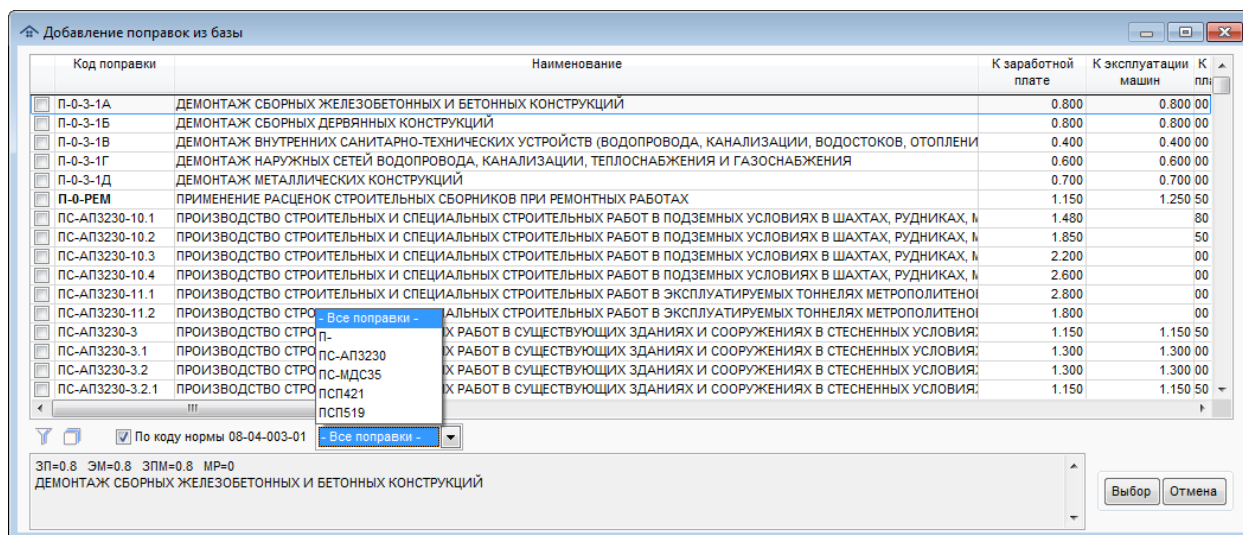

Рис. 137. Справочник поправок
- Из базы (Ctrl+Insert) – добавление поправок из справочника нормативной базы (рис. 137). Имеется возможность с помощью соответствующего флажка отображать или весь справочник, или только предусмотренные для кода нормы (по умолчанию). В программе предусмотрена возможность отбора поправок по наименованию (кнопка). Допускается добавление сразу нескольких помеченных поправок. Кроме того, имеется возможность отбора по началу кода поправок (раскрывающийся список). В окне справочно приводится полное наименование и значения видов поправок. Строки, по умолчанию предназначенные для выбранной сметной нормы, выделяются жирным шрифтом.